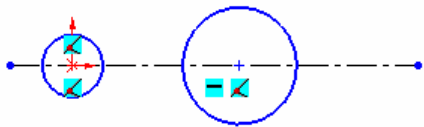

图 3-27 绘制两个圆
① 启动系统。启动 Solidworks2010，选择菜单栏中的“文件”→“新建”命令，或者单击“标准”工具栏中的“新建”按钮，在打开的“新建 Solidworks 文件”对话框中，选择“零件”按钮，单击“确定”按钮。
② 新建文件。在设计树中选择前视基准面，单击草图绘制按钮，新建一张草图。
③ 绘制中心线。单击中心线按钮，绘制一条通过原点的水平中心线。
④ 绘制圆。单击草图绘制工具栏上的圆按钮，此时鼠标指针变为形状。
⑤ 指定圆心。将鼠标指针移动到原点处，当鼠标指针变为形状时单击。
⑥ 指定半径。拖动鼠标指针到适当的位置后再次单击绘制一个以原点为圆心的圆 1。
⑦ 绘制另一个圆。将鼠标放在在第一个圆右侧中心线上，此时鼠标指针变为形状，单击鼠标，拖动指针绘制另一个圆圆 2，如图 3-27 所示。